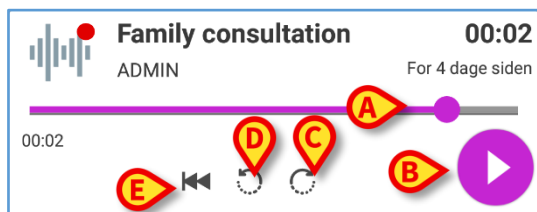
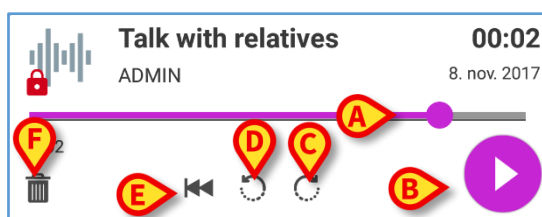
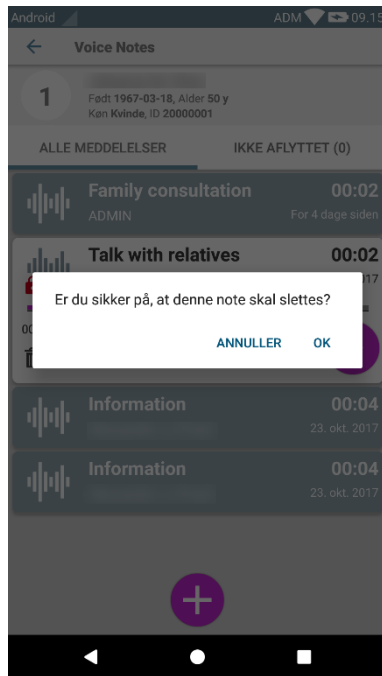

Fig 112 – ikke-lyttet talebesked
Fig 113 - Privat besked, kan slettes af forfatteren
Fig 114
Boksen udvides, så den viser lydafspillerens kontrolknapper (Fig 112 og Fig 113).
- Søgebjælke (Fig 112 og Fig 113 **A**): Berør miniaturebilledet og træk mod venstre eller højre for at indstille det aktuelle fremdriftsniveau.
- Afspil meddelelsen (Fig 112 og Fig 113 **B**).
- Spring 10 sekunder frem (Fig 112 og Fig 113 **C**).
- Spring 10 sekunder tilbage (Fig 112 og Fig 113 **D**).
- Vend tilbage til begyndelsen (Fig 112 og Fig 113 **E**).
- Slet meddelelsen (eventuelt vist – Fig 113 **F**).
- ❖ Et bekræftelsesikon ✓ (på samme sted som symbolet – Fig 113 **F**), hvis det findes, kan anvendes for at angive meddelelsen som "aflyttet". Berør ikonet for at angive meddelelsen som "aflyttet".
Talemeddelelserne slettes automatisk, når deres udløbsdato er passeret. Slettede meddelelser kan ikke genskabes. Kun forfatteren kan slette sine egne meddelelser inden deres udløbsdato ved at klikke på  ikonet i den udvidede visning af meddelelser (Fig 113). Denne opgave kræver en bekræftelse (Fig 114):